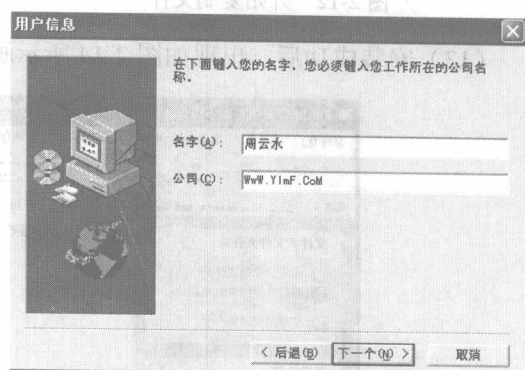

图 2-9 写上公司名称和使用者的名称
(8) 点击“下一个”按钮后，出现如图 2-9 所示的对话框。写上公司名称和使用者的名称，然后再点击“下一个”按钮。顺便说一句，对话框中的括号内容，如“下一个(N)”中的“N”，英文字母加下划线，这是快捷键的提示，意思是只要按 Ctrl+该英文字母，即可达到该功能要求。以下雷同。